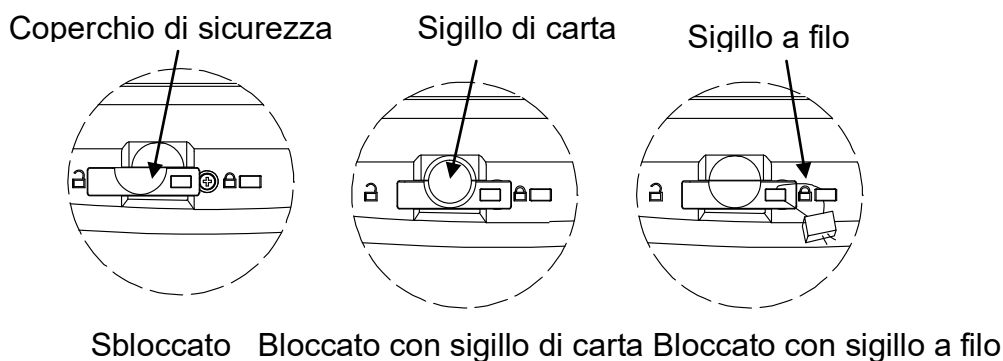

Figura 5-2. Sigillatura
3. Impostare l'interruttore su Bloccato. Vedere la figura 5-2.